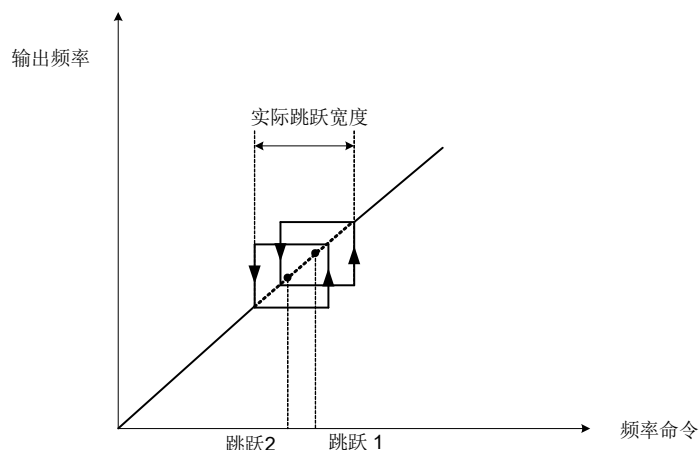

图4.3.84 跳跃频率重叠
- 当所设定的跳跃速度相互重叠，视其总合为跳跃范围，参照下图 4.3.84。